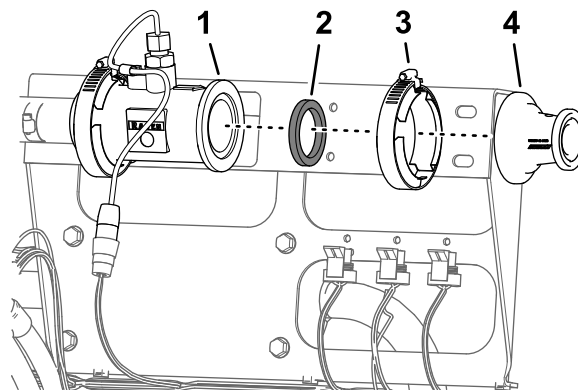

Figure 69
6. Retirez le collier bride (51 mm), assorti du joint (38 mm), qui fixe la bride de l'adaptateur à la bride du débitmètre (Figure 69).